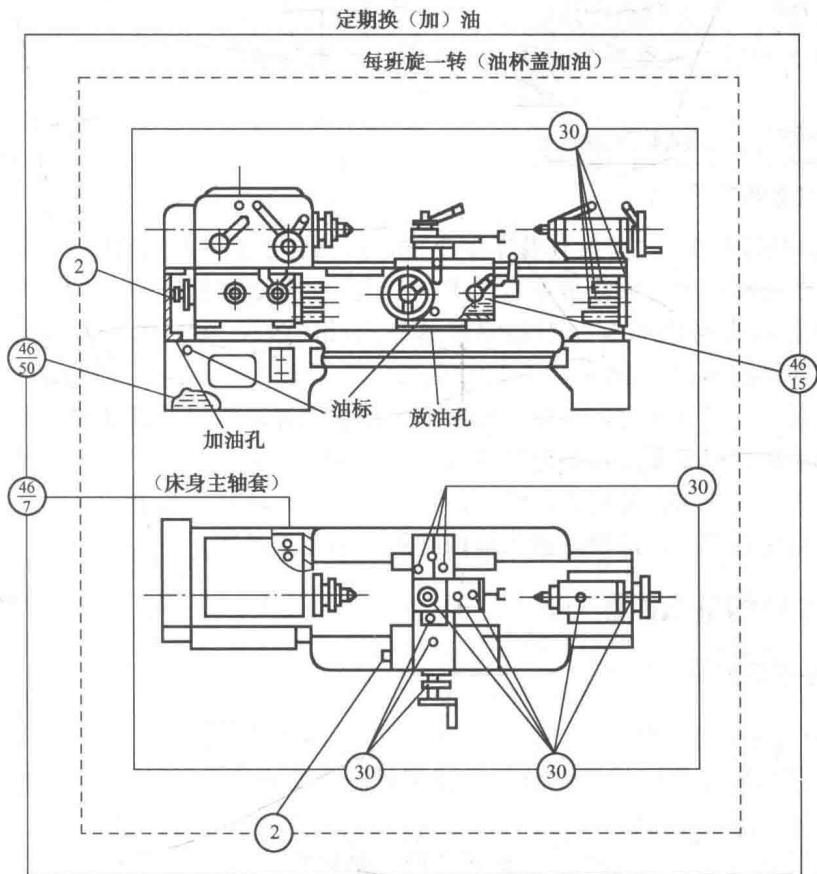

图 1.1.3 CA6140 卧式车床的润滑系统位置
(1) 浇油润滑:车床露在外面的滑动表面,如车床的床身导轨面,中、小拖板导轨面和丝杠等,擦干净后用油壶浇油润滑。
(2) 溅油润滑:车床齿轮箱内等部位的零件,一般是利用齿轮转动时把润滑油飞溅到各处进行润滑。注入新油时应用滤网过滤,油面不低于油标中心线。换油期一般为每三个月一次。
(3) 油绳润滑:进给箱内的轴承和齿轮,除了用齿轮溅油进行润滑外,还靠进给箱上部的储油槽,通过油绳进行润滑。因此,除了需要注意进给箱油标里的油面高低外,每班次还需要给进给箱上部的储油槽适量加油一次。
(4) 弹子油杯润滑:车床尾座中、小拖板摇手柄转动轴承部位,一般采用这种方式润滑。润滑时用油嘴将弹子掀下,滴入润滑油。弹子油杯润滑每班次至少加油一次。
(5) 油脂杯润滑:车床交换齿轮箱的中间齿轮等部位,一般用油脂杯润滑。润滑时先在油脂杯中装满油脂,当拧进油杯盖时,润滑油脂就挤入轴承套内。油脂杯润滑每周加油一次,每班次旋转油杯一圈。
(6) 油泵循环润滑:这种方式是依靠车床内的油泵供应充足的油量来进行润滑。
如图 1.1.3 所示是 CA6140 型卧式车床的润滑系统图。润滑部位用数字标出,图中所注②处的润滑部位用 2 号钙基润滑脂进行润滑,⑩处的润滑部位用 30 号机油进行润滑,每班加油一次,其余的所圈数字表示 L-AN46 全损耗系统用油润滑,如 46/50 表示 L-AN46 全损